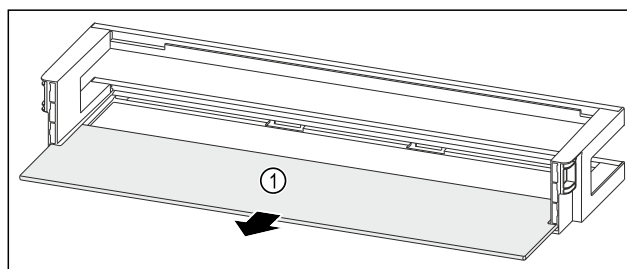

Fig. 250 Türabsteller mit Abstellfläche
- Abstellfläche Fig. 250 (1) entnehmen.